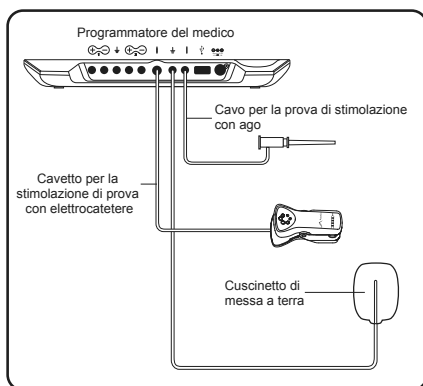

Figura 4. Collegamenti dei cavi al dispositivo di programmazione per il medico per la procedura di impianto dell'elettrocatetere.
- e. Inserire lo spinotto nero nella messa a terra del CP () di fianco al cavo per la prova di stimolazione con ago (**Figura 4**).
7. Inserire lo spinotto nero del cavo per la stimolazione di prova con ago nel CP fuori dal campo sterile (**Figura 4**). Tenere l'estremità della clip del cavo nel campo sterile.
9. Inserire lo spinotto grigio del cavo per la stimolazione di prova dell'elettrocatteter nel CP fuori dal campo sterile (**Figura 4**). Tenere l'estremità della clip del cavo nel campo sterile.